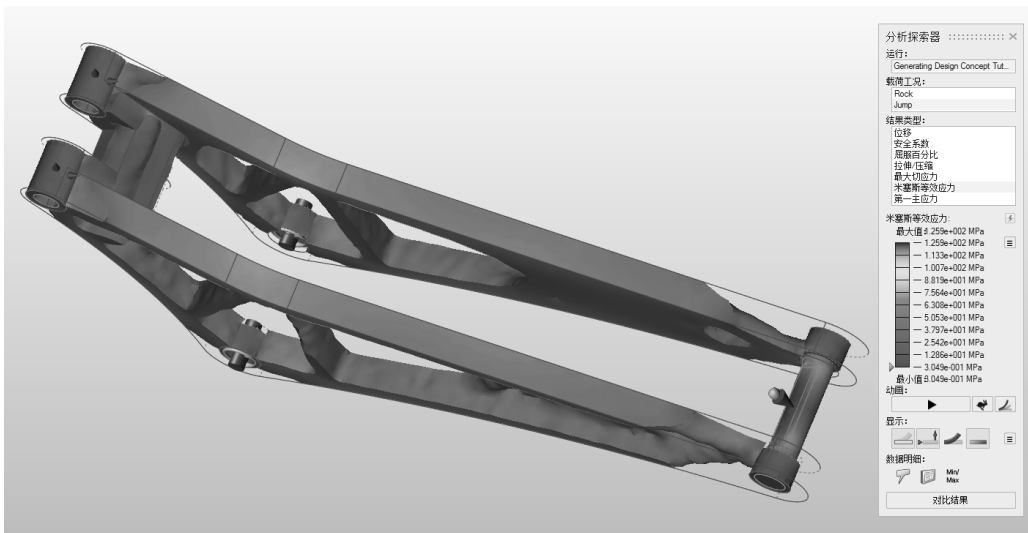

图 10-15
- 3) 旋转模型至合适角度, 以确认不存在隐藏红色区域, 如图 10-15 所示。